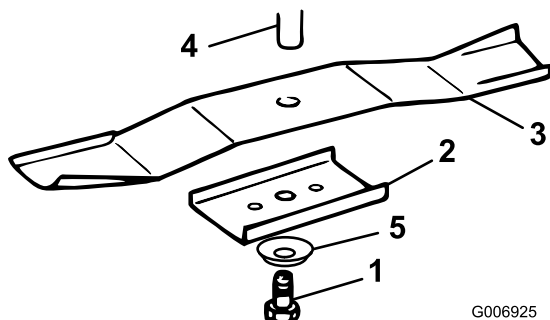

Figura 32
3. Retire el perno (llave de 5/8 pulg), la arandela curva, el retén y la cuchilla (Figura 32). Se puede insertar un bloque de madera entre la cuchilla y el cortacésped para bloquear la cuchilla mientras se retira el perno.
1. Instale cada cuchilla, el retén, la arandela curva (con la copa hacia la cuchilla) y el perno de la cuchilla (Figura 32).